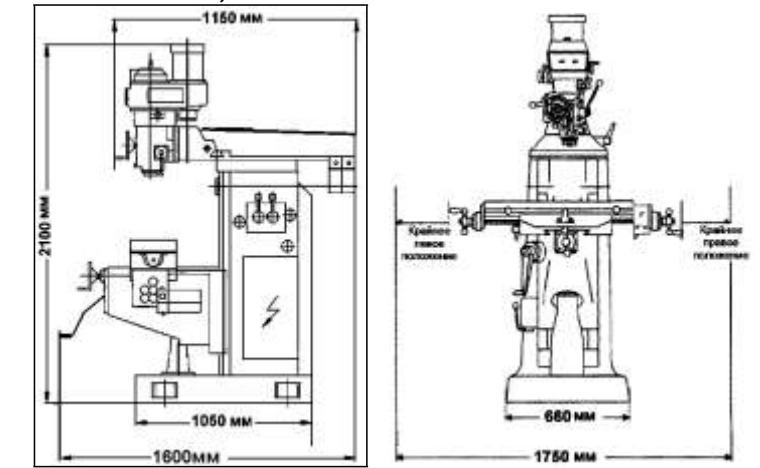

Рис.2
5. РАСПАКОВКА И МОНТАЖ СТАНКА, Рис.2÷4